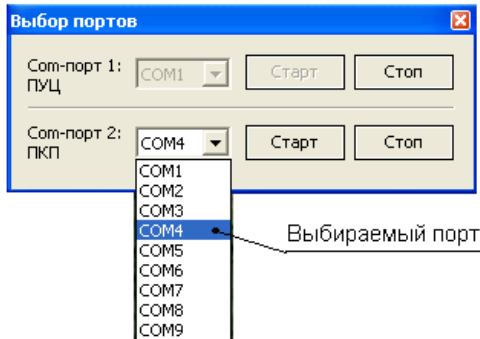

Рисунок 1.20 – Окно «Выбор портов»
- выбрать «Выбор портов» в меню «Настройки», отобразится окно рисунок 1.20;